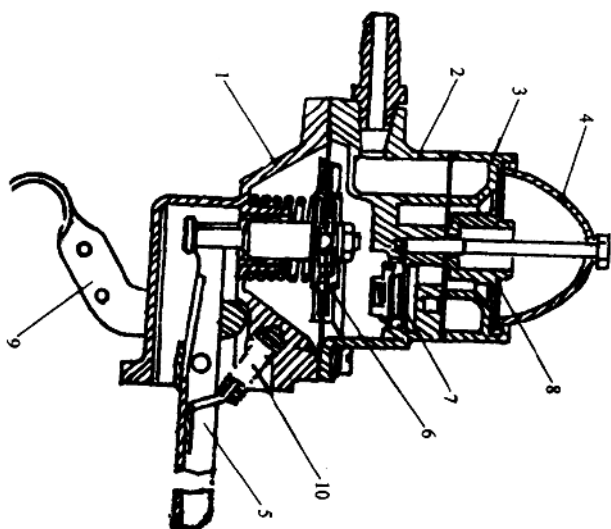

图 1-17 罗马尼亚阿罗 240 型汽油泵
(7) (图 1-17) 为罗马尼亚阿罗 (ARO) 240 型汽车汽油泵。凸轮轴在每分钟 1250 转的转速时，油泵泵油深度 0.75m (吸油高度)，扬高 0.5m (输油高度)，泵油量 60L/min。